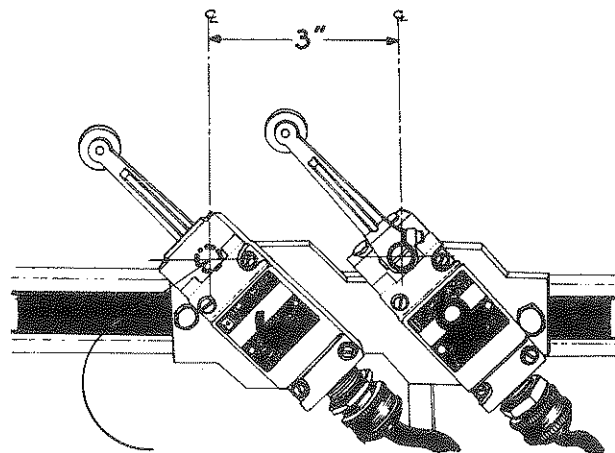

Fig. 45
16. Faire glisser LS-8 (switch retard fourche/piston) de sorte que le centre du bras du switch soit 3" (7,6 cm) en avant du centre de l'arbre du switch LS-6 (switch retard retour piston), voir Fig. 45.
2. Desserrer le boulon de fixation de LS-8, pour le faire glisser en avant ou en arrière, de sorte que la distance entre le centre du bras de LS-8 (switch retard fourche/piston) et le centre du bras de LS-6 (switch retard retour piston) soit de 3" (7,6 cm) Fig. 45.